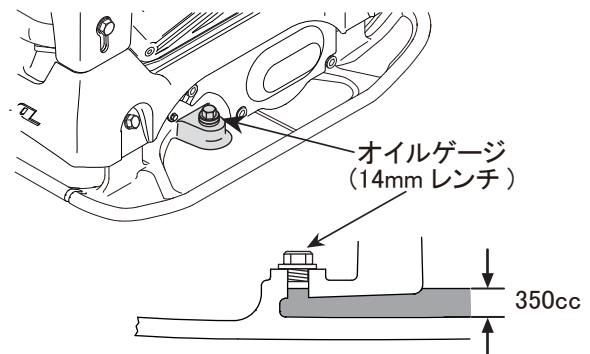

図 2
- 本機を水平にして起振体のオイルゲージを外し、オイルが規定量入っているか点検してください。不足している場合は、エンジンオイル 10W-30を入れてください。油量は350ccです。(図2)